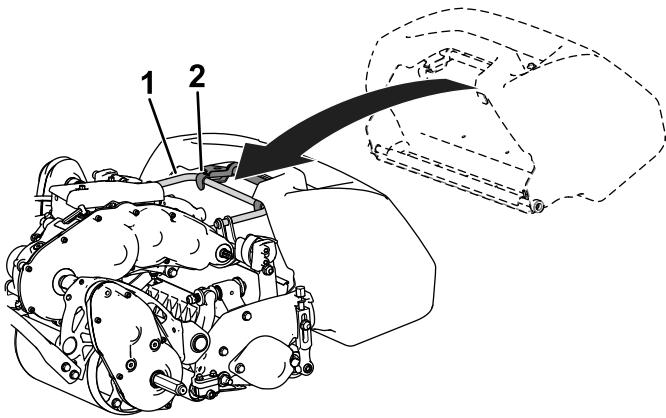

Bild 11
2. Schieben Sie die Fangkorblippe zwischen den Seitenplatten der Schneideeinheit und über die Frontrolle ein (Bild 11).
3. Befestigen Sie die Fangkorbhaken über dem Rahmenbügel (Bild 11).